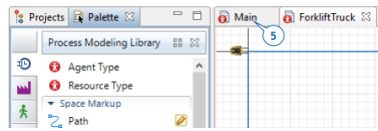

Рисунок 11.5 – Основна діаграма
5. Клацніть на вкладці *Main*, щоб відкрити головну діаграму (рис. 11.5).